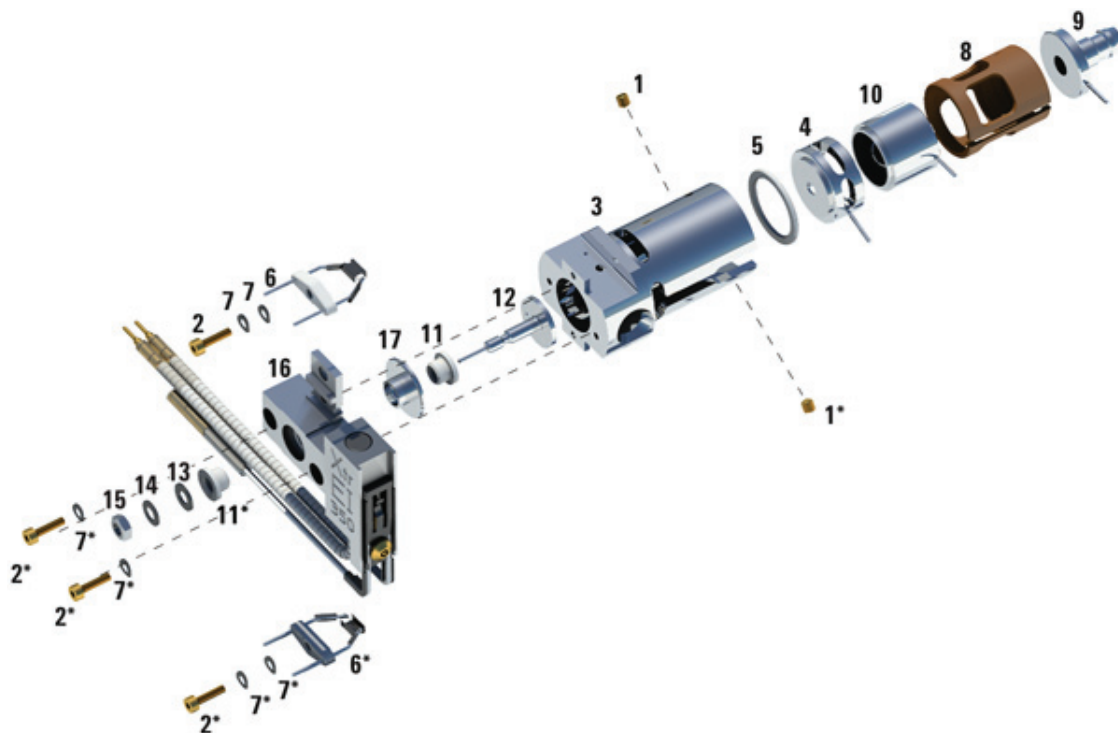

Рис. 65. Сборка источника ЭУ ХТР
При выполнении этой процедуры см. источник в разобранном виде (**Рис. 65**) и список деталей источника ЭУ ХТР (**Таблица 26** на стр. 211).
- 3 Вставьте входную линзу и линзу фокусировки ионов в изолятор в показанном порядке (**Рис. 65** на стр. 211).
Таблица 26 Список компонентов источника ЭУ ХТР (Рис. 65)